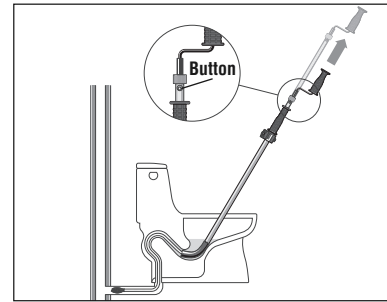

Figure 7 – Extensión del cable
- Para extender el cable más allá de los 3 pies (0,9 m) iniciales, presione el botón (Figure 7). Jale la manilla de la manivela o el taladro hacia arriba, hasta que el botón quede encajado en el segundo agujero.